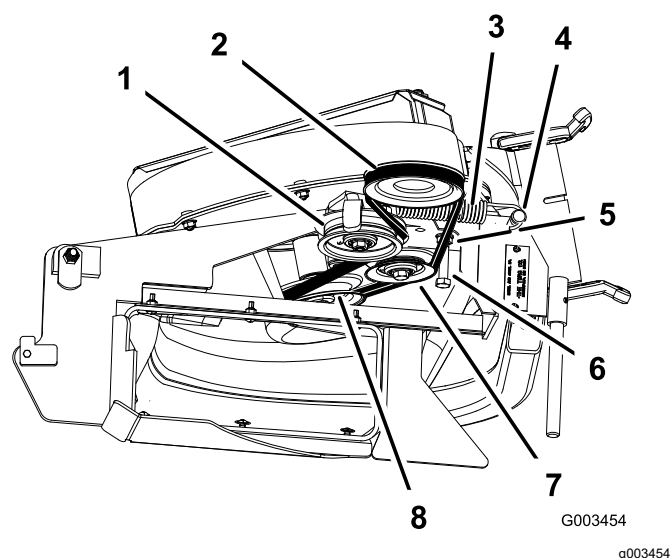

Figura 44
3. Desaperte o parafuso guia da correia (Figura 44).
5. Instale a nova correia em redor da polia do soprador (Figura 44).
7. Aperte o parafuso guia da correia (Figura 44).
9. Instale a correia na polia intermédia da mola (Figura 44).